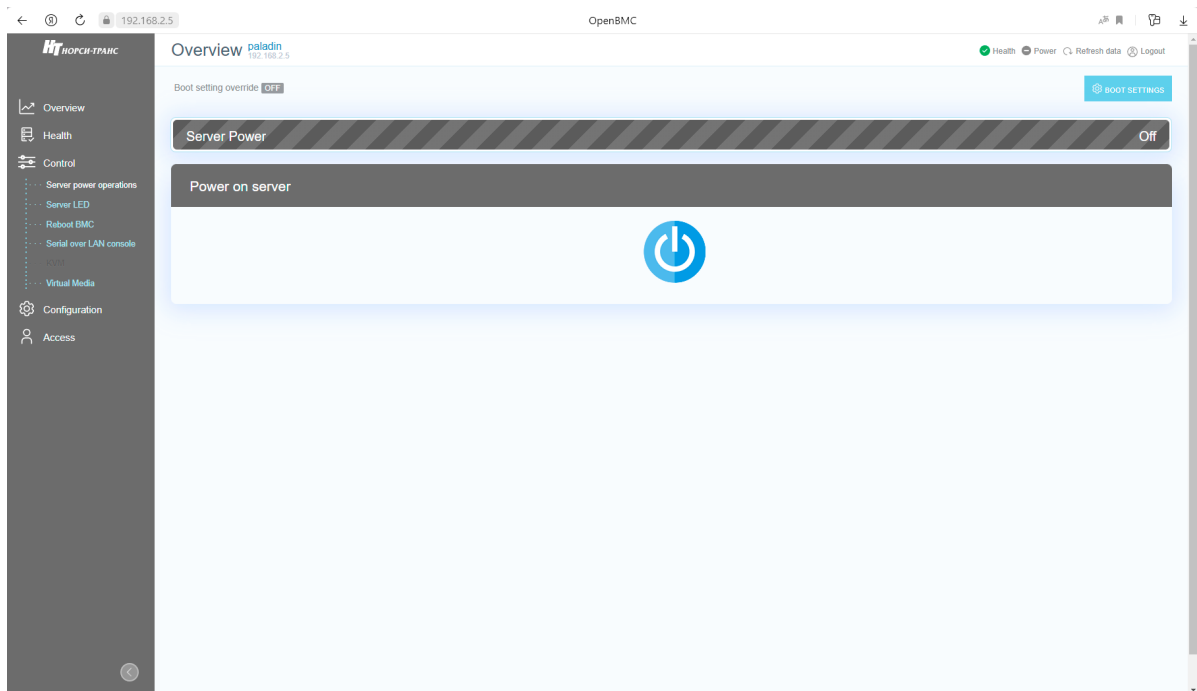

Рис. 69. Окно «Server power operations»
- 2) Пройдите во вкладку «Control» → «Server power operations» в данной вкладке осуществляется управление сервером. В поле «Server Power» показано состояние сервера «On» или «Off». В поле «Power on server» при нажатии на кнопку осуществляется включение и выключение сервера. Окно показано на рис. 69 Окно «Server power operations»